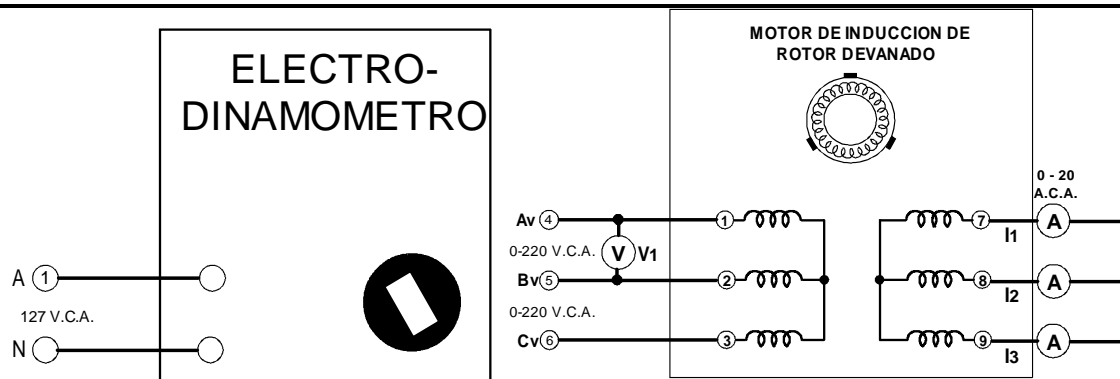

Fig. A7-1
- 1.- Conecte el circuito que se ilustra en la figura A7-1, usando el motor de inducción con rotor devanado, electrodinamómetro, fuente de alimentación e instrumentos de medición de c.a. Observe que los tres devanados del estator están conectados a la salida trifásica variable de la fuente de alimentación, terminales Av(4), Bv(5) y Cv(6).